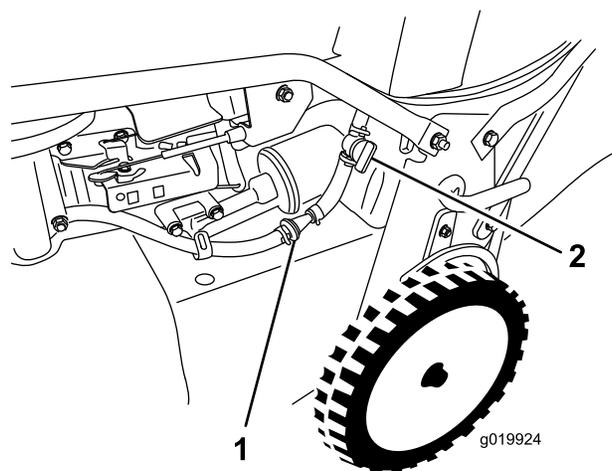

Figura 33
3. Cierre la válvula de cierre de combustible (Figura 33).
4. Retire el filtro de combustible (Figura 33) del tubo de combustible aflojando las abrazaderas de cada lado del filtro de combustible.